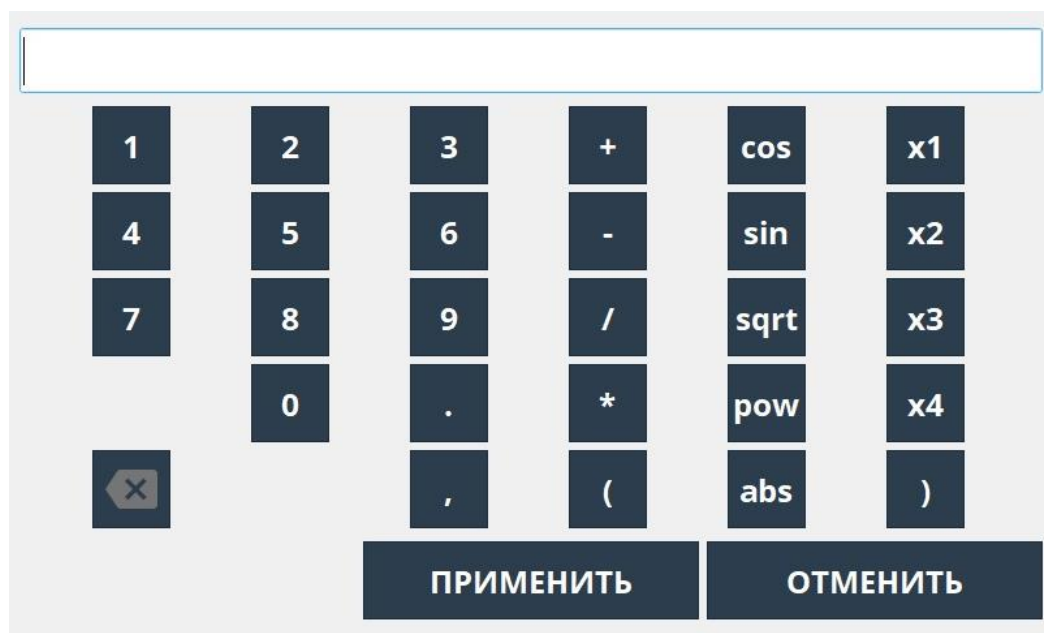

Рисунок 2.41 – Математическая клавиатура
2.3.5.1.3 «ФОРМУЛА». При нажатии на строку формирования формулы, появляется специальная математическая клавиатура (рис. 2.41), с помощью которой потребитель может ввести формулу для преобразования полученных данных с каналов.
При заданных настройках канала со включенным счетчиком становится доступным выбор отображения канала: вывод на экран измеренного значения либо предустановленного счетчика (рис. 2.41).